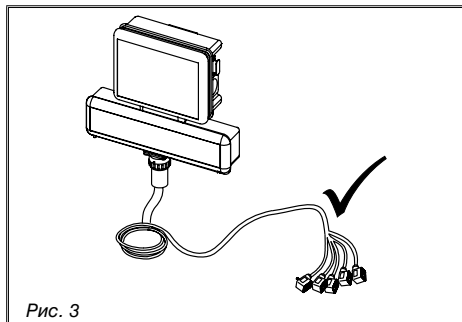

Рис. 3
- ответвления кабелей должны быть ВСЕГДА обращены вниз (Рис. 3).